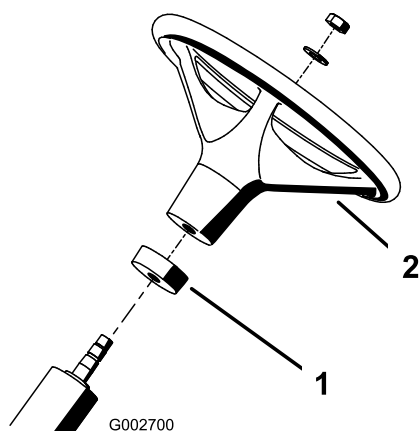

Figura 2
2. Deslice el collar de gomaespuma (empezando por el extremo más pequeño) sobre la columna de dirección (Figura 2).
3. Deslice el volante sobre la columna de dirección (Figura 2).
4. Fije el volante a la columna de dirección con una arandela y una contratuerca (Figura 2). Apriete la contratuerca a 27–35 Nm.